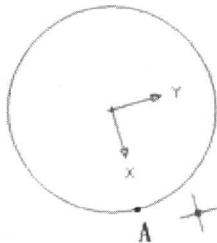

图 1-14 根据对象调整用户坐标系
(3) 单击上一步中所绘制的圆上的一点 (比如 A 点) 来设定用户坐标系的 X 轴的方向, 设定结果如图 1-14 所示。
如图 1-14 所示, 圆心已成为新的坐标系原点, 而 X 轴正向则指向了 A 点。一般来说, 通过改变坐标系可使用户更好地定义所绘图形对象的相对位置。